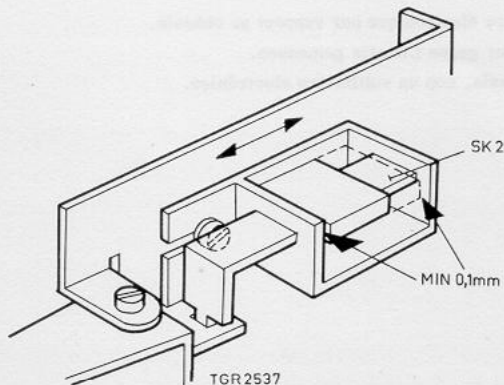

Fig. 11
Schakelaar SK2 (zie fig. 11)
- Plaats het apparaat in de ruststand. De afstand tussen het schakelaarhuis (voorste gedeelte) en de looper moet minimaal 0,1 mm bedragen. (zie fig. 11.)